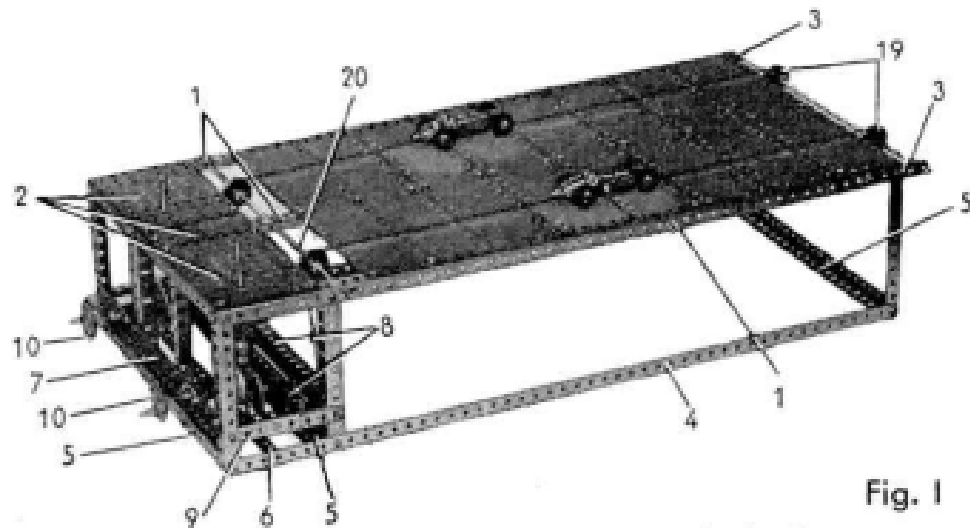

Fig. 1
La piste est formée de huit plaques bandes de 25 trous boulonnées côte à côte sur un cadre rectangulaire (fig. 1). Ce dernier est constitué par trois cornières de 49 trous (1) et deux cornières de 25 trous. Le cadre porte à l'arrière trois plaques sans rebords de 14×9 cm. (2) et chaque cornière latérale (1) est prolongée de deux trous à l'avant par une bande de 5 trous (3).